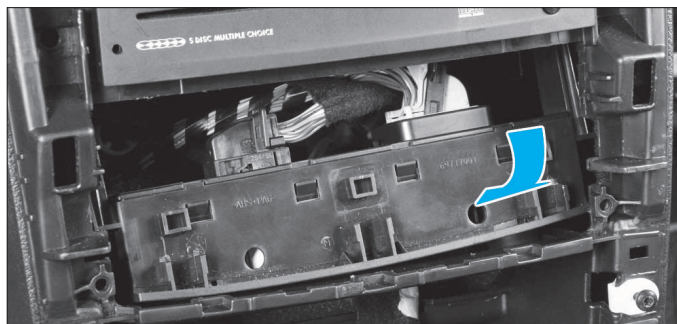

FIG. 35
- Basculer le panneau afin de le passer à l'intérieur de la planche de bord (Fig.35)